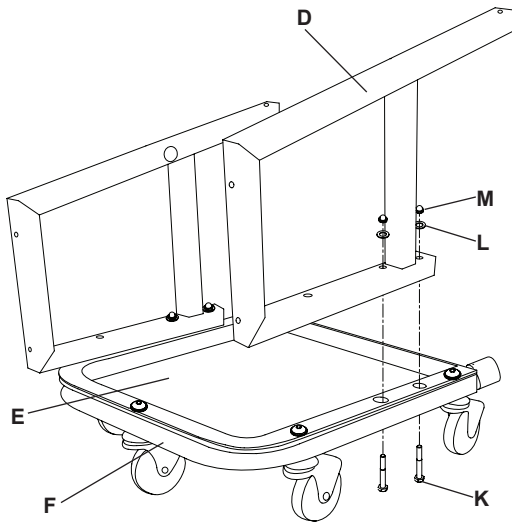

Figura 2: Ensamblaje de la bandeja para taburete y las ruedecillas
2. Luego, fije los dos marcos laterales (D) de la marco de la rueda (F) al marco de las ruedecillas con dos pernos de cabeza hexagonal M8 x 60 (K), dos arandelas (L) y dos tuercas bellota (M) cada uno (Figura 2).